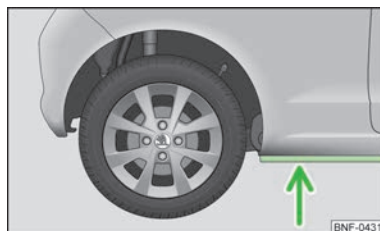

Bild 94
- Fastställ därför vattendjupet före körning genom vatten. Vattennivån får maximalt nå listen på underprofilen » bild 94;